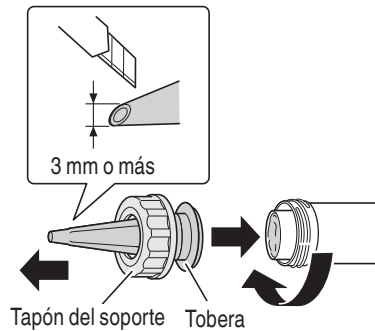

Fig. 22
- (3) Combine el tapón del soporte y la tobera, y acóplelos al soporte. Corte la punta de la tobera a 3 mm o más antes del uso. (Fig. 22)
- (2) Combine el tapón del soporte y la tobera, y acóplelos al soporte. Corte la punta de la tobera a 3 mm o más antes del uso. (Fig. 22)